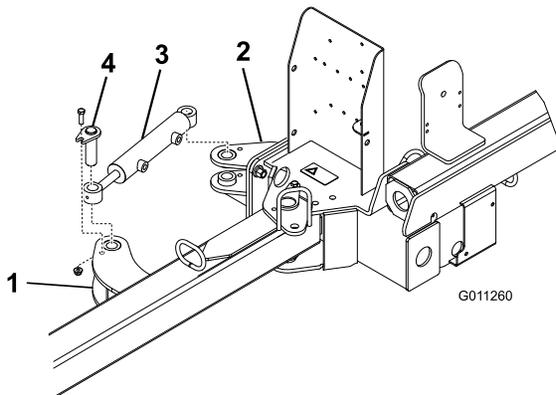

Рисунок 6
2. Прикрепите каждый конец гидравлического цилиндра к проушине привода с помощью пальца в сборе, болта (3/8 x 1-1/4 дюйма) и фланцевой гайки (3/8 дюйма) Рисунок 6).